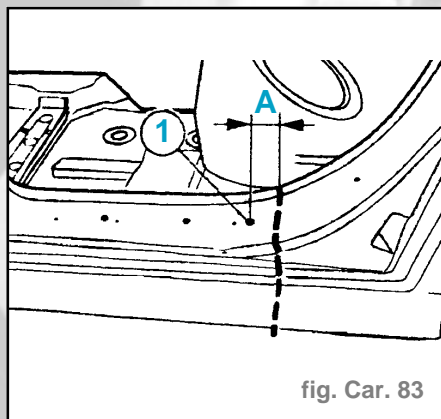

fig. Car. 83
- Déterminer et tracer la ligne de coupe sur la doublure de bas de caisse et exécuter la coupe (fig Car. 83).
- Cote (A) = **50 mm** en partant du dernier orifice de  $\varnothing 12 \text{ mm}$  (1) de la doublure de bas de caisse.